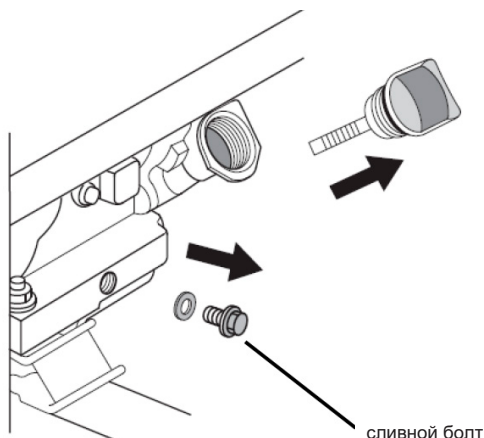

Рис. 13
3. Выкрутите сливной болт и снимите прокладку (Рис. 13).
5. Закрутите на место сливной болт с установленной прокладкой (Рис. 13).